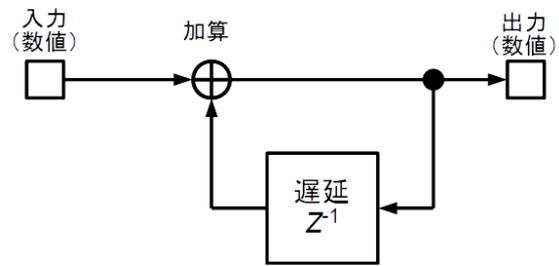

図 9. 一般的な無限インパルス応答フィルタの表現でのアキュムレータ・ブロック $H_A(z)$
ここでアキュムレータ・ブロックのひとつの回路 $H_A(z)$ だけを考えてみます。アキュムレータ・ブロックに相当するデジタル・フィルタの構造は、図 9 に記載する無限インパルス応答 (Infinite Impulse Response; IIR) フィルタになります。入力・出力それぞれの n 番目のサンプルを $x(n), y(n)$ とすると
ところで気が付かれた方もいらっしゃるかと思いますが、この図 9 や式 (2)~式 (5) と、図 2/図 3 の表記は同じではありません。この図 2/図 3 の表記は、式 (2) 的には